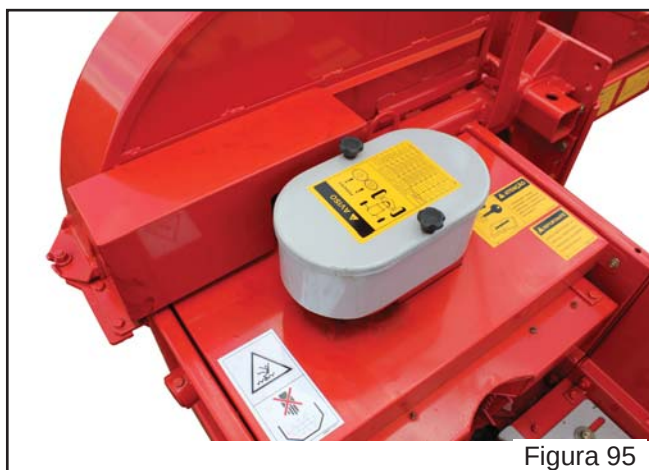

Figura 95
- Retira tampa da caixa de transmissão (Figura 95);